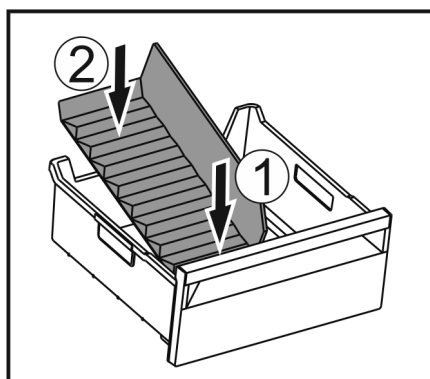

Fig. 49
- ▶ Сначала устанавливайте разделитель спереди Fig. 49 (1).
- ▶ Опустите заднюю часть Fig. 49 (2).